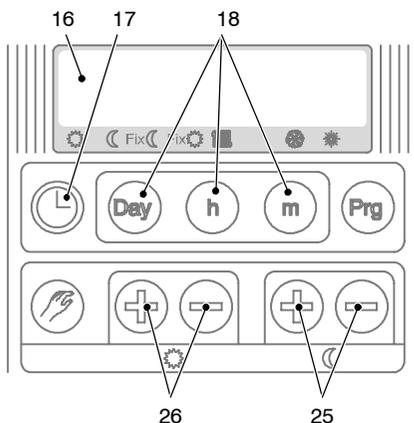

fig. 2.9
- 1 Per programmare il giorno, tenere premuto il tasto (17 in fig. 2.9) e contemporaneamente agire sul tasto **Day** (18 in fig. 2.9). Il giorno programmato verrà visualizzato sul display (16 in fig. 2.9).
- 2 Per programmare le ore, tenere premuto il tasto (17 in fig. 2.9) e contemporaneamente agire sul tasto **h** (18 in fig. 2.9). L'ora program-
mata verrà visualizzato sul display (16 in fig. 2.9).
- 3 Per programmare i minuti, tenere premuto il tasto  (17 in fig. 2.9) e contemporaneamente agire sul tasto **m** (18 in fig. 2.9). I minuti programmati verranno visualizzati sul display (16 in fig. 2.9).
- 1 Per programmare la temperatura premere il tasto   (26) in corrispondenza del simbolo  (fig. 2.9). La temperatura impostata verrà visualizzata sul display (16 in fig. 2.9).
- 1 Per programmare la temperatura premere il tasto   (25) in corrispondenza del simbolo  (fig. 2.9). La temperatura impostata verrà visualizzata sul display (16 in fig. 2.9).